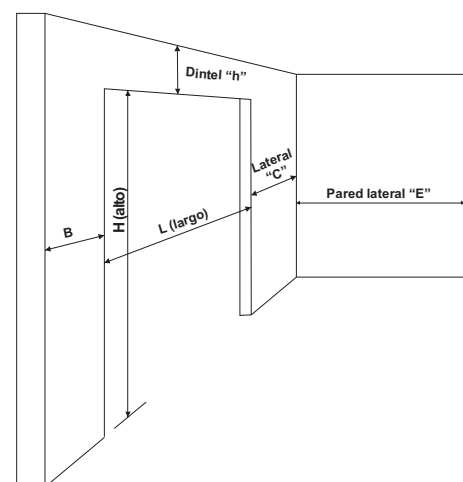

Fig. 1
- Asegúrese antes de empezar con el montaje de que el hueco cumple con los requisitos mínimos (fig. 1)
- Además deberá comprobar que el dintel tenga 115 mm., y que los espacios laterales son los necesarios (fig. 1).